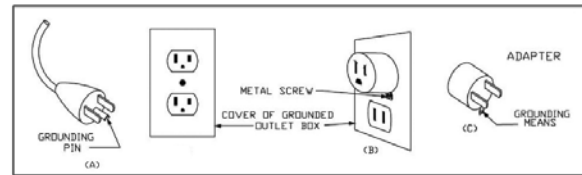

Figura 65.1
- Este calefactor está diseñado para ser usado con 120 voltios. El cable tiene un enchufe según se muestra en A de la Figura 65.1. Existe un adaptador, según se muestra en C, para conectar enchufes de conexión a tierra de tres clavijas en receptáculos de dos ranuras. La terminal a tierra de color verde que se extiende desde el adaptador debe conectarse a una toma de tierra permanente, tal como una caja de distribución correctamente conectada a tierra. El adaptador no debe usarse si hay disponible un receptáculo de tres ranuras con conexión a tierra.